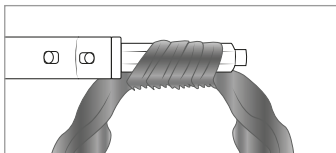

Afb. 4
- 8) Om de krul los te maken, trekt u gewoon het krulopzetstuk **8/9** naar onderen weg tot de krul vrijkomt. U hoeft de krul niet handmatig van het krulopzetstuk af te wikkelen (zie afb. 4).